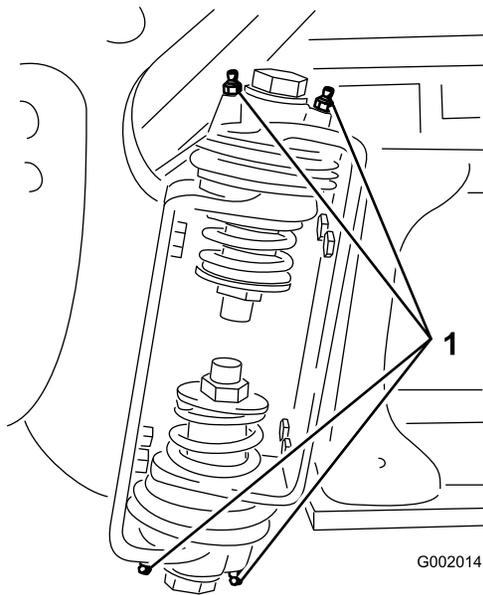

Figura 48
2. Bombee grasa en el cojinete o casquillo de cada punto de engrase Figura 48.